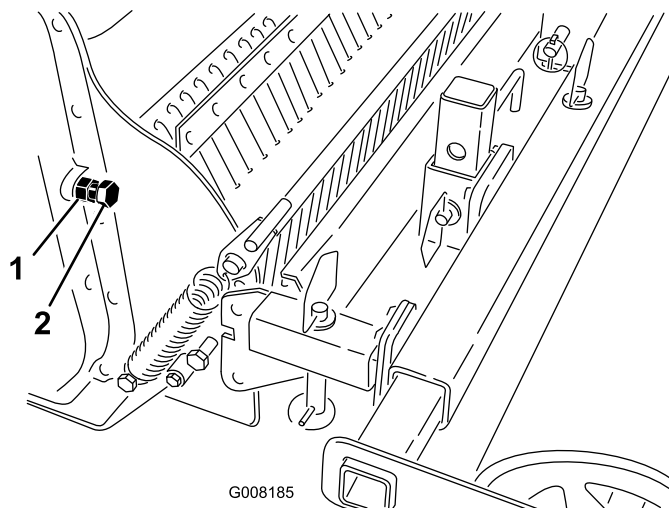

Bild 11
2. Lockern Sie die Klemmmutter an der Ketteneinstellschraube (Bild 11).
3. Drehen Sie die Schraube so weit mit der Hand ein, bis Sie Widerstand spüren (Bild 11).